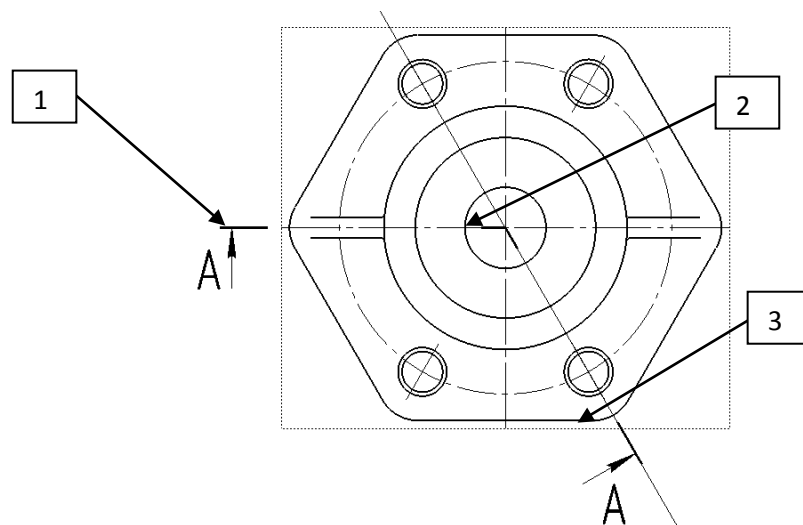

Рис. 5.
7.2. Постройте линию разреза: на инструментальной панели в группе **Обозначения** нажмите кнопку **Линия разреза**. На **Панели параметров** нажмите кнопку **Линия сложного разреза**. С помощью привязки **Выравнивание** укажите точку 1 (за границей вида, выровненную по горизонтальной оси детали), с помощью привязки **Ближайшая точка** укажите точку 2 («центр» вида), с помощью привязки **Точка на кривой** укажите точку 3 (за границей вида на вспомогательной прямой) согласно рис. 5.